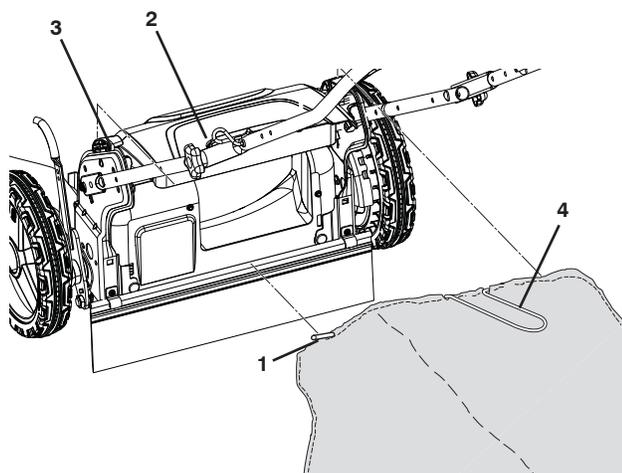

Figure 13
1. Soulevez la porte arrière de la tondeuse et placez les crochets du cadre du ramasse-herbe sur les supports du ramasse-herbe (Figure 13).